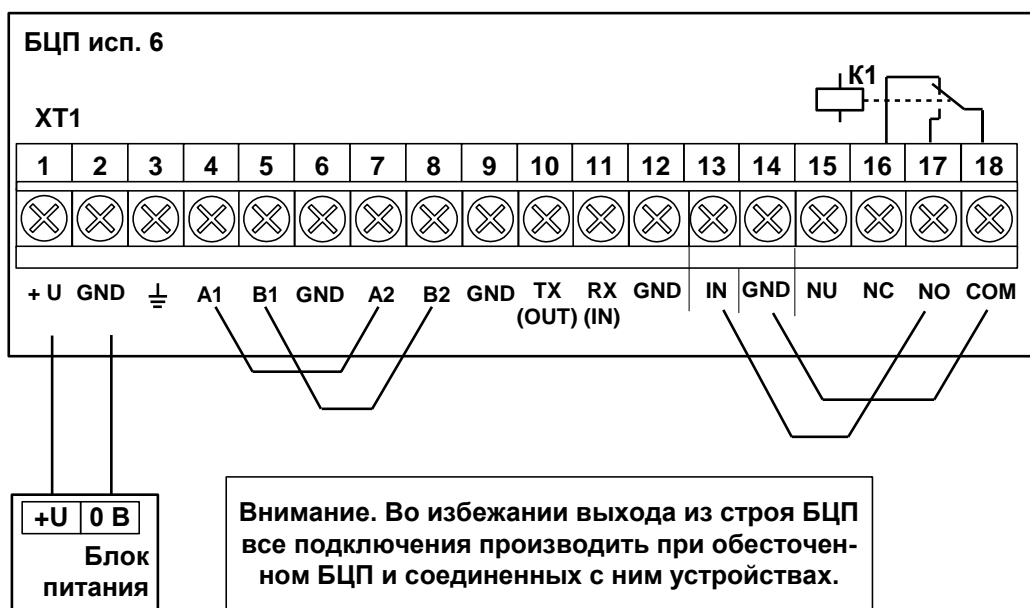

Рис. 22 Схема проверки БЦП исп. 6
Рис. 22 и при необходимости сохранить текущие настройки конфигурации БЦП.
- проверить наличие перемычек между линиями связи с СУ: А1 – А2, В1 – В2, IN – NO, GND - COM (Рис. 22);
- В случае ошибки – проверить наличие перемычек клемм в соответствии с Рис. 22.